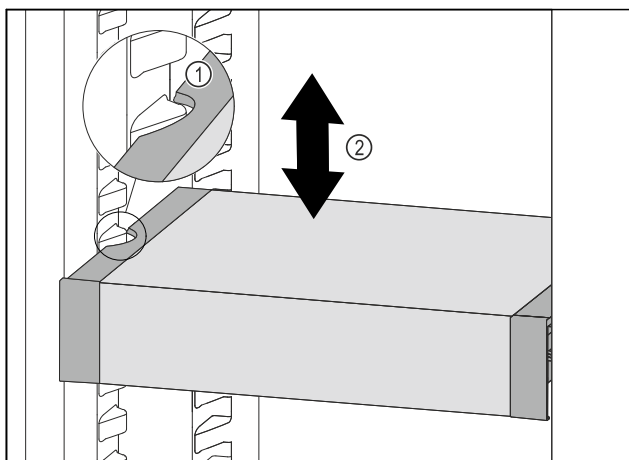

Fig. 84
- ▶ Táhněte VarioSafe dopředu, dokud nebudou boční vybrání VarioSafe na úrovni žebrování na nádoby v chladničce. Fig. 84 (1)
- ▶ Posouvejte VarioSafe v chladničce nahoru nebo dolů, dokud nedosáhnete požadované výšky. Fig. 84 (2)